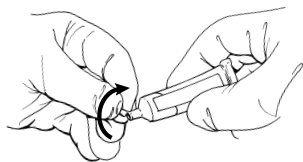

FIGURE 9
- 4b. Casser l'extrémité du tube de gel (voir Figure 9).